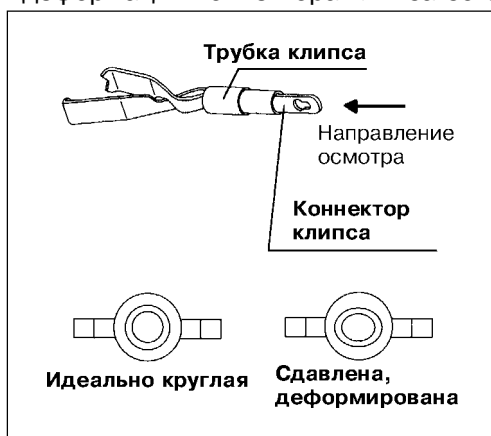

Рис. 3.3.
1. Внимательно осмотрите клипс в направлении, показанном на рис. 3.3, и убедитесь в отсутствии деформаций коннектора клипса со стороны трубки.